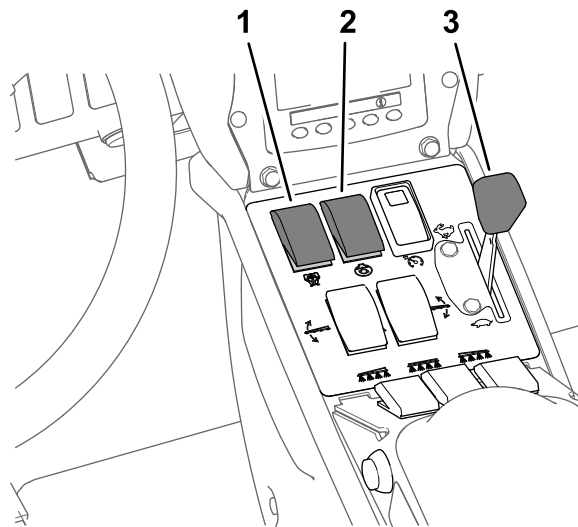

图 37
8. 将搅拌开关和喷洒泵开关设定至开启位置 **图 37**。
9. 将节流阀设定至快速位置 **图 37**。
**注意** 此程序假定喷洒泵是打开的请参阅 以喷洒率模式喷洒 \(页码 28\) 中的 图 37。
4. 调节节流阀到所需的发动机转速进行喷洒请参阅 以喷洒率模式喷洒 \(页码 28\) 中的 图 37。